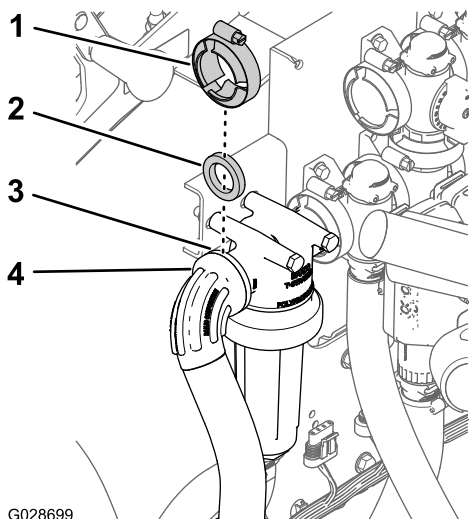

Figura 40
4. Allineate il gomito flangiato e la guarnizione rimossa. Fissate il gomito flangiato e il flessibile con la fascetta stringitubo (Figura 40) rimossa nel passaggio 3 della sezione Rimozione del flessibile di ingresso (pagina 19).
5. Fissate il flessibile di ingresso alla testa del filtro di pressione con la guarnizione e il morsetto flangiato (Figura 40) rimossi alla voce 1 della sezione Rimozione del flessibile di ingresso (pagina 19).